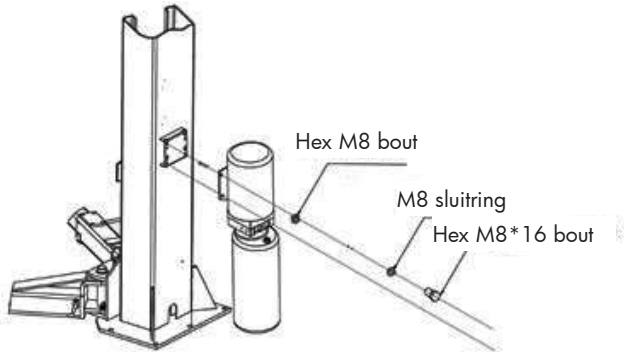

Fig. 8
8. Monteer voedingseenheid op de kolom (fig. 8). Om u te helpen, zie de foto's **M** en **N** op pagina 47.